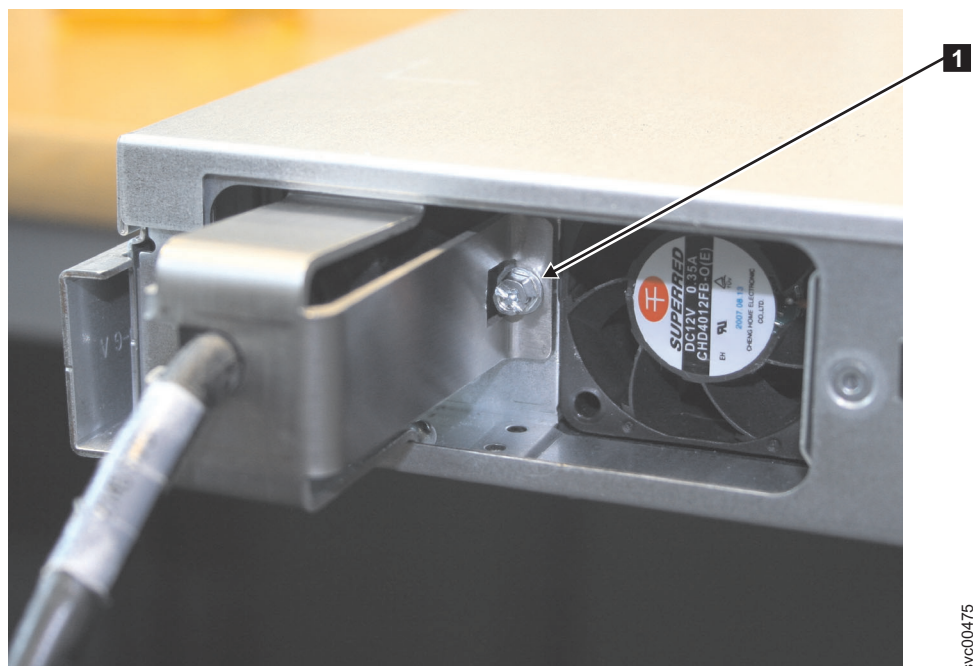

図9. ケーブル保持ブラケットが取り付けられた SAN ボリューム・コントローラー 2145-8A4
1. ノードの電源が切れた状態で、29 ページの図 9 に示すように、保持ねじ **1** を外す方向に半回転させますが、完全に緩めたり取り外したりはしません。